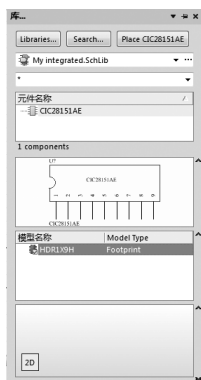

图 4-38 选择元件
(1) 打开“库”面板，在库文件列表中选择名为“**My integrated. SchLib**”的库文件，选择名为“**CIC28151AE**”的音乐集成芯片，如图 4-38 所示。